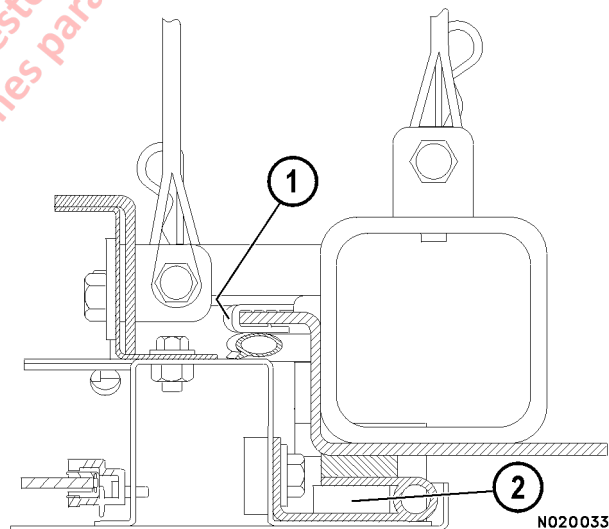

FIGURA 2-18.
4. El sello de la bisagra (2, Figura 2-18) está adherido a la puerta. Use el mismo procedimiento que se detalló anteriormente para este sello.